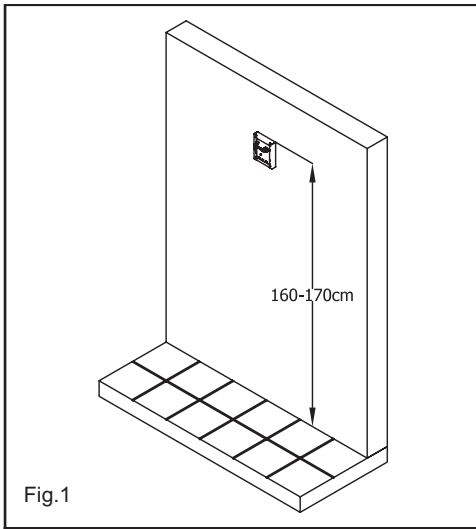
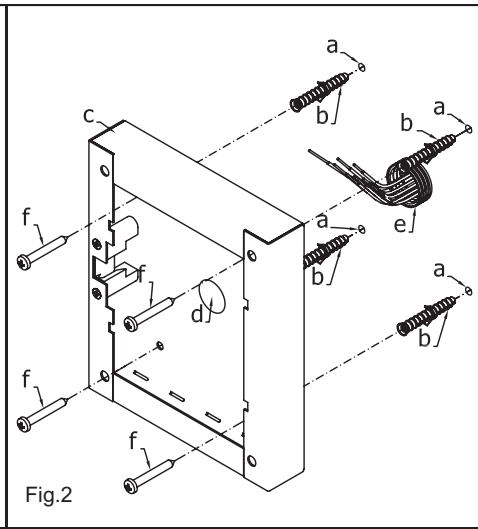

Fig.1
Fig.2
1. Bescherm de schroefgaten van de inbouwdoos en verwerk deze vervolgens in de muur op een hoogte van 165 à 170 cm (afstand tussen de grond en de bovenkant van de doos). Vergeet niet de draden door één van de voorgeponste gaten van de doos te trekken (fig. 2). De deurpost moet links scharnieren en in hetzelfde vlak liggen als de (afgewerkte) muur.
1. Posez la platine contre le mur à une hauteur de 165 à 170 cm (distance entre le sol et la paroi supérieure de la platine) (fig. 1). Marquez d'un repère ses 4 points d'ancrage ainsi que le trou d pour la traversée des câbles e (fig. 2). La charnière doit être du côté gauche.
2. Forez les quatre trous et insérez-y les chevilles b. Faites passer les fils dans l'ouverture d et fixez la platine à l'aide des 4 vis f (fig. 2).
1. Encastrez la platine de rue à une hauteur de 165 à 170 cm (distance entre le sol et la paroi supérieure de la platine) après avoir pris soin de protéger dûment les trous destinés à la fixation du support module. N'oubliez pas de faire passer les fils à travers un des trous situés dans le fond du boîtier et préalablement défoncé à cet effet (fig. 2). La charnière doit être du côté gauche et la boîte doit être encastrée à fleur de mur (avec revêtement).